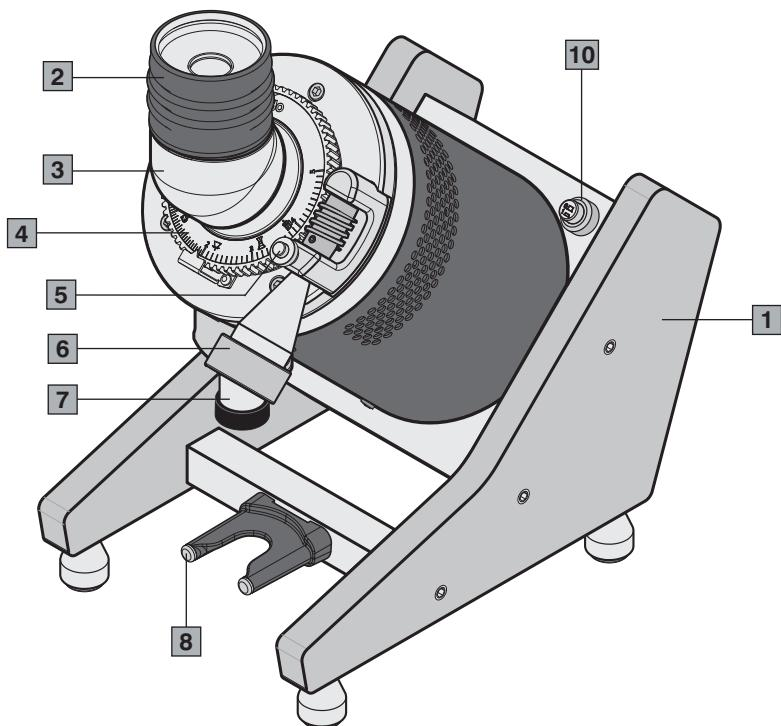
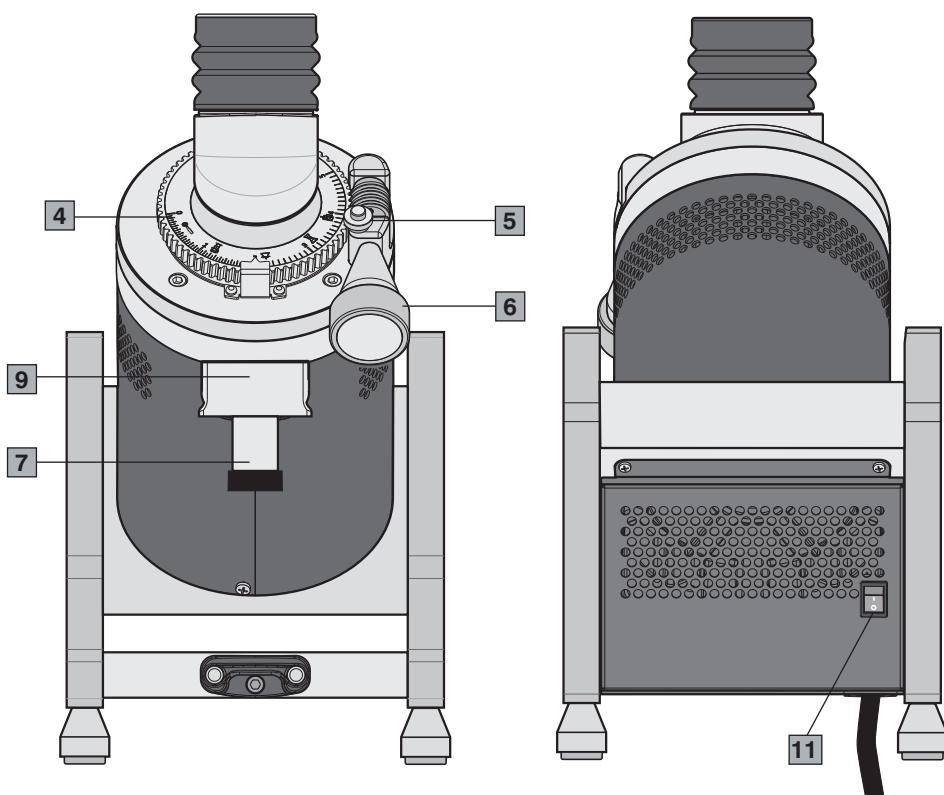

Fig. 1
Fig. 2
Componentes principales (Fig. 1, Fig. 2)
Antes de conectar el enchufe a la toma de corriente, controlar que el interruptor ON-OFF (11 Fig. 2) esté en posición "O" de apagado.
- 1** Colocar el interruptor ON-OFF en la posición "I" (11 Fig. 2).
- 2** Encender el motor con el interruptor de arranque/parada (10 Fig. 1).
- 3** Colocar la copa porta-filtro sobre la horquilla (8 Fig. 1). Si se desea echar el café en otro recipiente, quitar la horquilla tirando con dos manos hacia el exterior (la horquilla se mantiene en posición mediante un imán) y colocar el recipiente.
- 5** Echar la cantidad deseada de café en grano en la embocadura del fuelle (2 Fig. 1).
- 6** Cuando el café en grano esté completamente molido, golpear el fuelle (2 Fig. 1) con la palma de la mano, asegurándose de cubrir completamente la embocadura. Para dejar caer completamente todo el café molido, tire hacia abajo y suelte 2 o 3 veces el sistema para vaciar la boca de descarga (9 Fig. 2).
- 7** Detener el motor con el interruptor de arranque/parada (10 Fig. 1).
Otra corrección del grado de molido se puede efectuar girando la perilla de regulación del molido (6 Fig. 1) (véase Fig. 3).